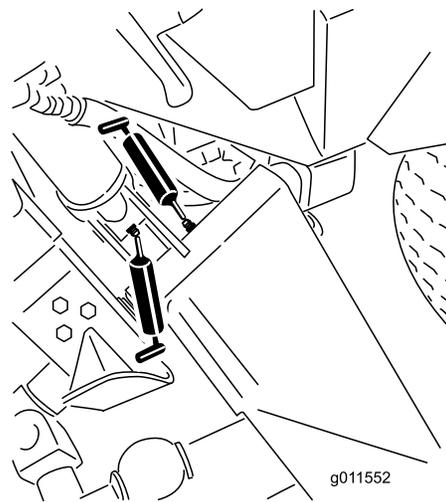
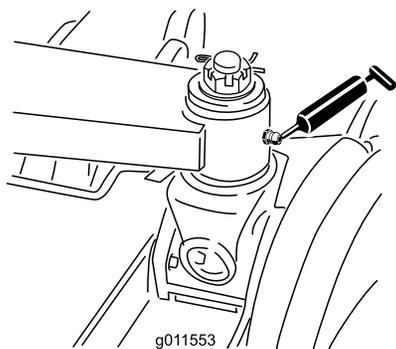

Рисунок 70
Рисунок 71
- Втулки главных подъемных рычагов (6 шт.) (Рисунок 70 и Рисунок 71)